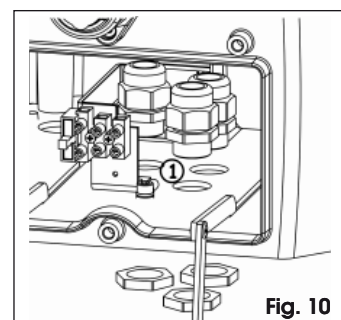

Fig. 10
3. Monteer de drie bijgeleverde kabelklemmen in de bijbehorende gaten onder het motordeel Fig. 10 ref. ①, met inachtneming van de oriëntatie in Fig. 10.